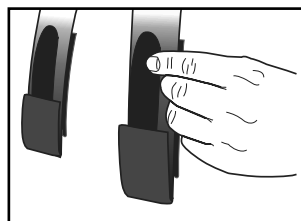

Figure 1
1. Dévissez deux butées d'extension ou de flexion choisies (figures 1 et 2).
- Pour simplifier la mise en place, attachez chaque sangle à elle-même pour minimiser l’emmêlement (voir figure 1).